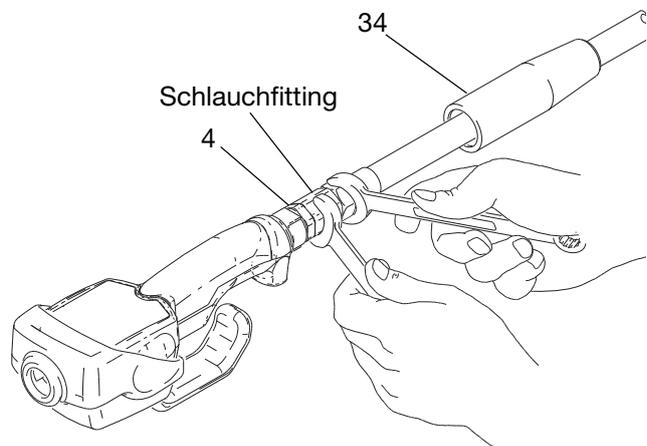

ABB. 5
2. Die drehbare Abdeckung (34) auf den Schlauch gleiten lassen, das kleinere Ende zuerst, bevor das Schlauchfitting an die Drehvorrichtung (4) angeschlossen wird (ABB. 5).
4. Das Schlauchfitting in das Drehgelenk einfädeln (4) und fest anziehen (ABB. 5).